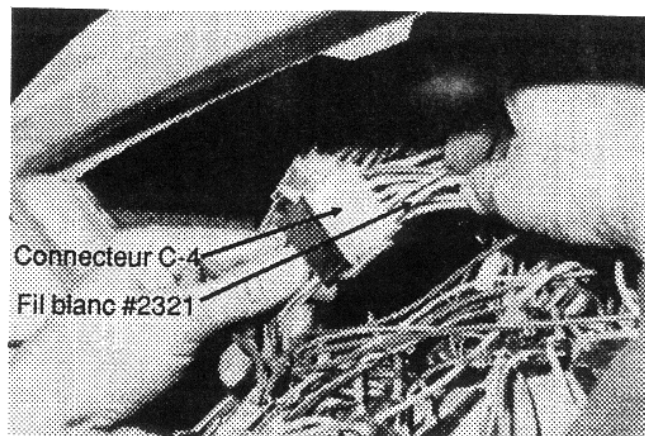

Figure 7
17. Localiser le fil blanc # 2321 du connecteur C-4 situé à gauche dans le tableau de bord (voir figure 7), retirer le fil et sa cosse du connecteur C-4, puis isoler la cosse à l'aide de ruban isolant. Insérer à sa place le fil # 2321 du faisceau # 06-2401 en introduisant d'abord ce fil dans l'ouverture située à l'arrière de la plaque de montage de l'interrupteur des feux de détresse.